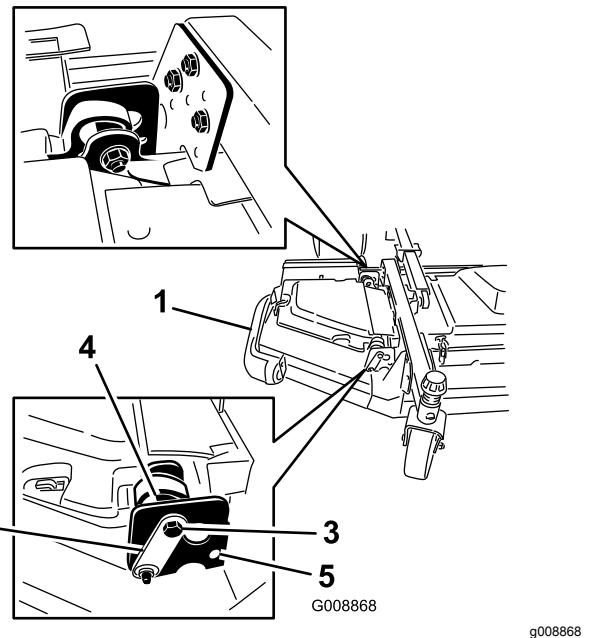

Bild 4
- Setzen Sie die vordere und hintere Anschlagschraube zwischen die oberen Befestigungslöcher und die Exzenter ein (Bild 4).